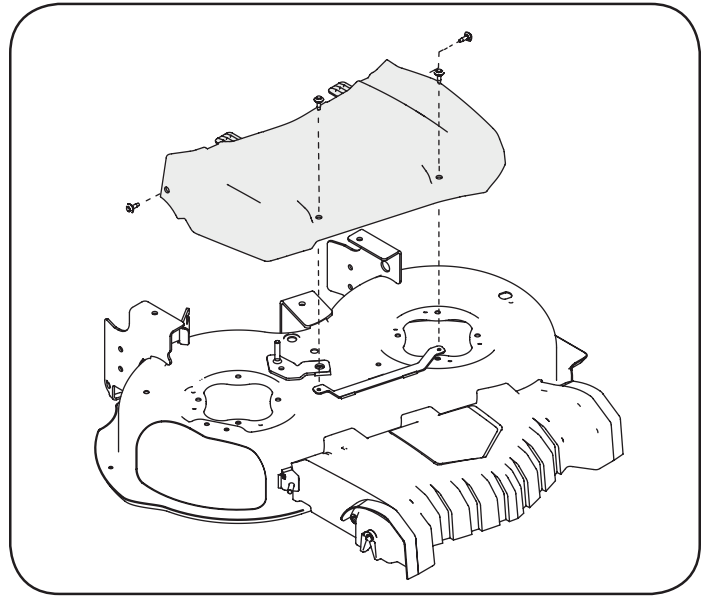

Figura 14
**NOTA:** En la Figura 14 no se muestra la correa de transmisión para mayor claridad.